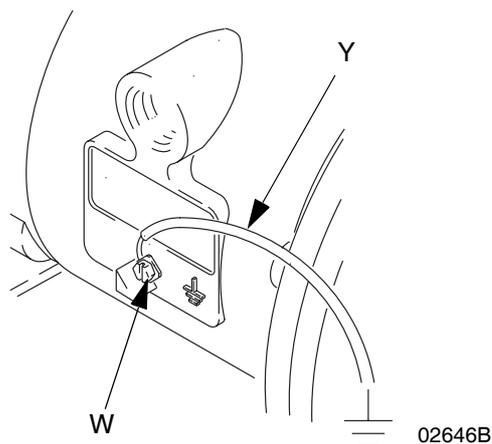

FIG. 1
Pompe : branchez un fil de terre avec collier comme indiqué dans la FIG. 1. Desserrez la vis de mise à la terre (W). Insérez une extrémité d'un fil de terre (Y) de 1,5 mm² (12 ga) minimum derrière la vis de mise à la terre et serrez-la fermement. Reliez l'autre extrémité du fil de terre comportant un collier à une véritable prise de terre. Commandez le fil de terre avec collier n° de réf. 237569.